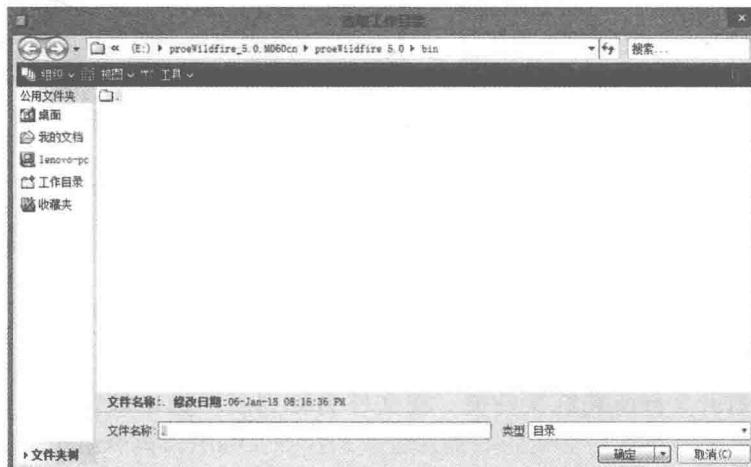

图 1-2 “选取工作目录”对话框
①选择菜单栏中“文件”下拉菜单中的“设置工作目录”命令，将弹出如图 1-2 所示“选取工作目录”对话框；